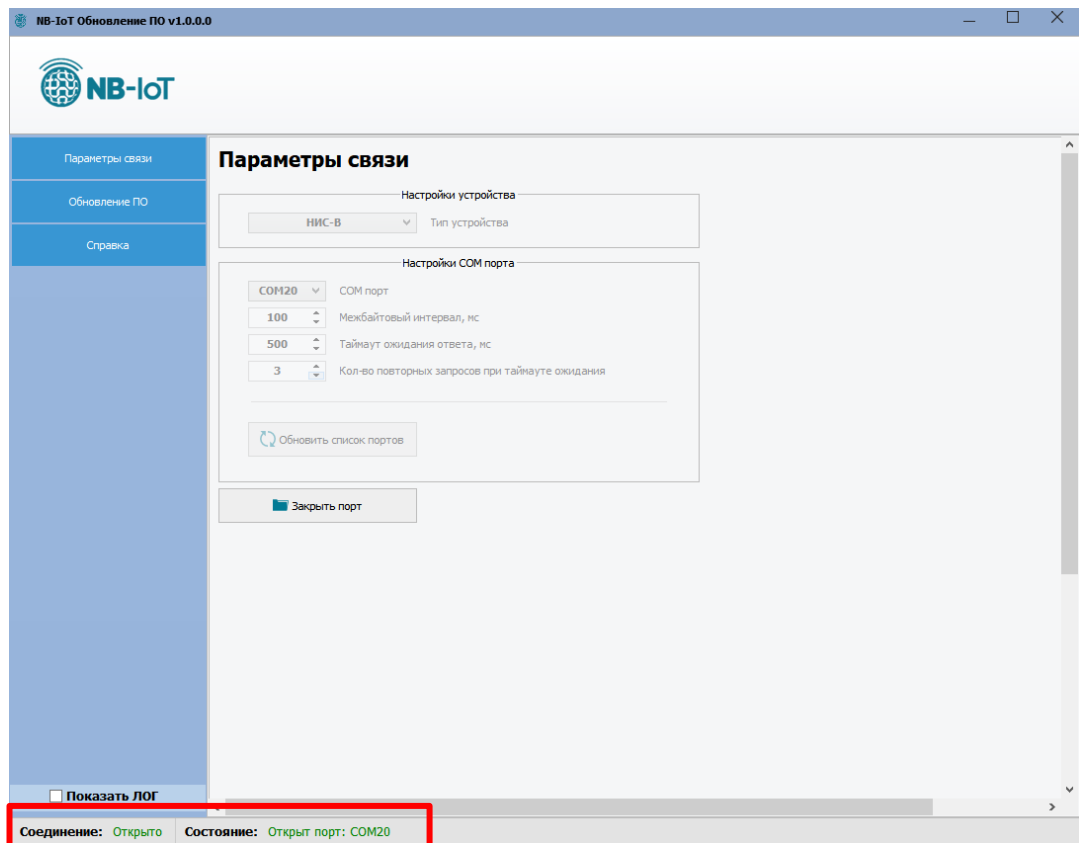

Рисунок 11 – Подготовка к обновлению
- Выбрать порт, к которому подключено устройство, нажать «Открыть порт». надпись «Соединение: Закрыто» должно измениться на «Соединение: Открыто», а в «Состояние:» будет указан открытый COM-порт (рисунок 11).